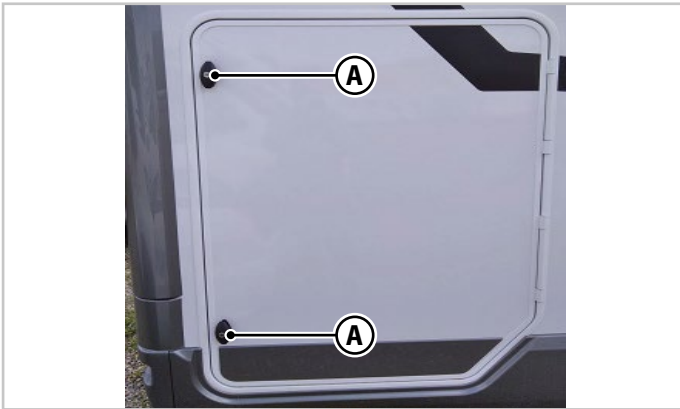

Abb.5.3 - Schlösser des Garagenstauraums
- Überprüfen Sie, ob Sie das Garagenstauraum abgeschlossen haben, indem Sie alle vorhandenen Schlösser vor der Abreise verriegeln (A - Abb.5.3). Das einfache Zudrücken der Klappe gewährleistet nicht die Verriegelung.
Der Garagenstauraum ist mit einem oder zwei Schlössern (A - Abb.5.3) ausgestattet.